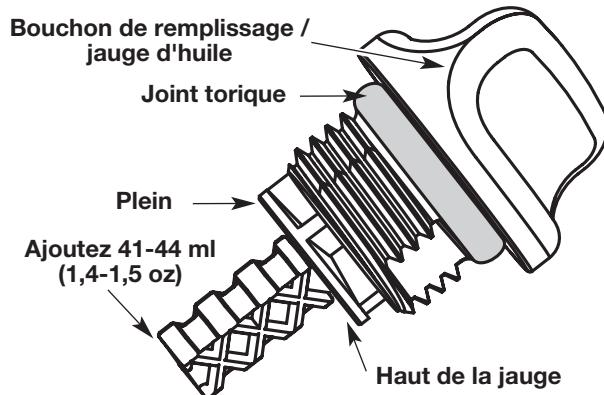

Fig. 40
- Retirez le bouchon de remplissage / jauge d'huile et vérifiez le niveau d'huile. L'huile devrait atteindre le haut de la jauge (Fig. 40).